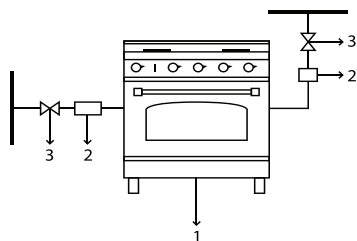

Рис.1
5.2 Счетчик устанавливается на горизонтальной или вертикальной линии газопровода, между газовым краном и бытовым газовым прибором, нпр.: газовой плитой (рис.1).